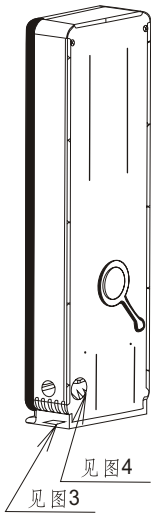

图1
- 在机组安装时，为了连接管、连接线的安装引出，请将图1中底座预留孔的塑料部分或后板和左右侧板预留孔的金属部分去除。